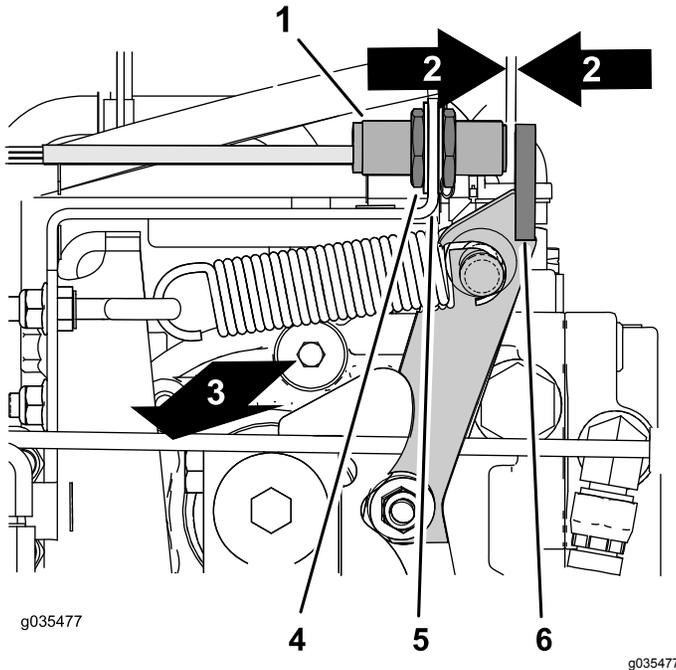

Рисунок 68
- Найдите бесконтактный датчик с правой верхней стороны гидравлического насоса (Рисунок 68).
- Убедитесь, что кронштейн бесконтактного датчика не погнут и что индикатор в задней части датчика горит (Рисунок 68).
2. Ослабьте контргайки с обеих сторон кронштейна датчика (Рисунок 68).
3. Отрегулируйте контргайки так, чтобы получить зазор от 2,5 до 3,6 мм между концом бесконтактного датчика и фланцем рычага нейтрального положения (Рисунок 68).
4. Затяните контргайки (Рисунок 68).